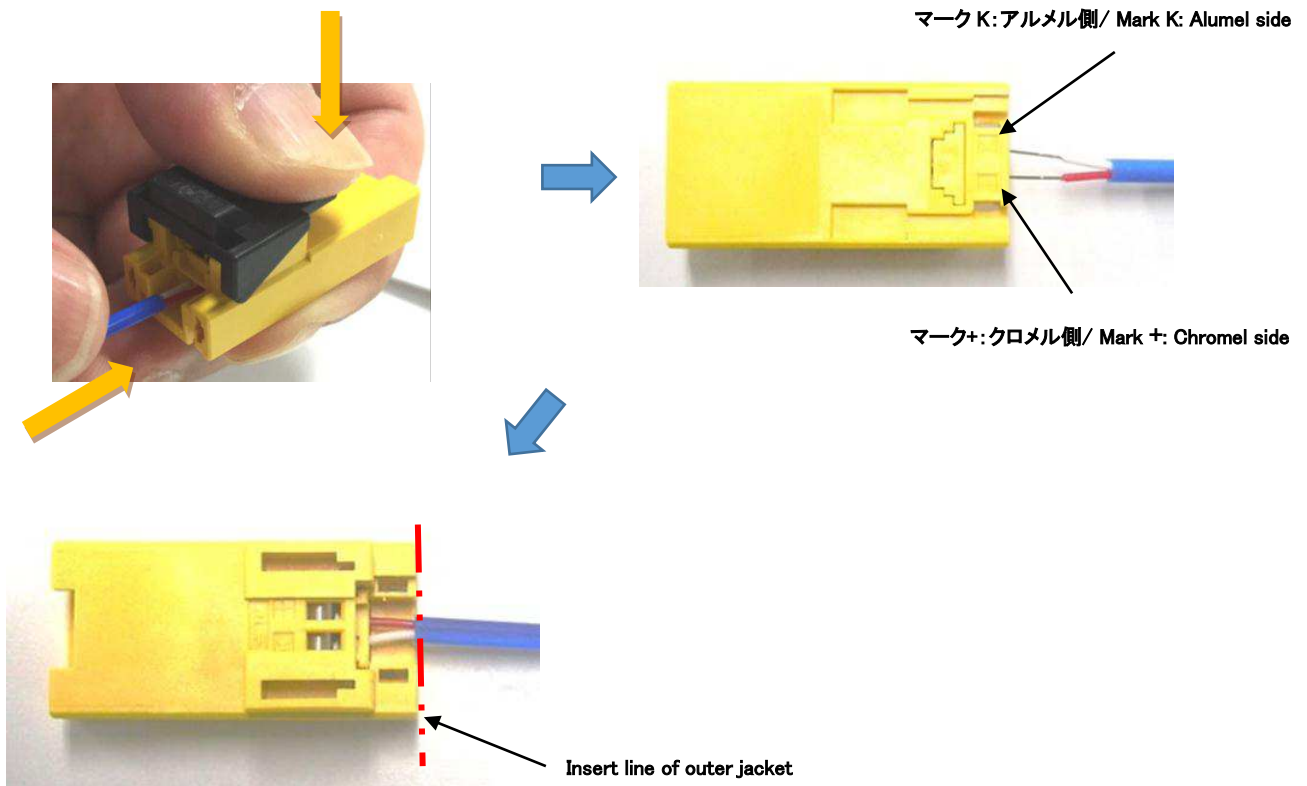

図 6/ Fig6
③ コネクタに印字されている+マーク側のケーブルガイドホールにクロメル電線を、K マーク側にアルメル電線を同時に挿入します。(図 6)
④ コネクタの端面と電線外皮の端面が合わさるまで電線を挿入したら、オープナーを放して結線完了です。
③ Insert the chromel wire to plus marking side of cable guide hole, alumel wire to K marking side at a time. (Fig. 6)
④ The wire should be inserted until aligning wire outer jacket and connector end edge in a straight line.